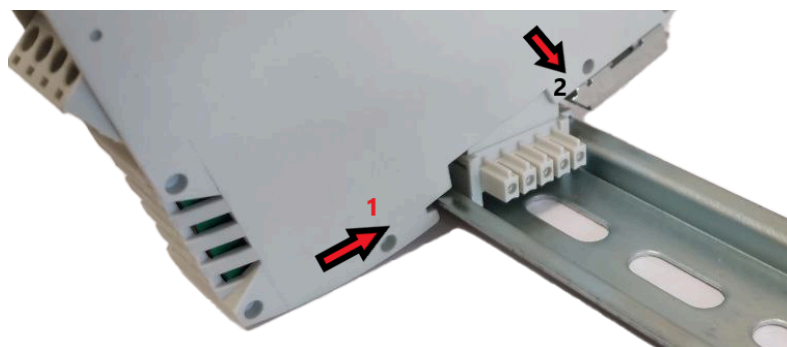

Рисунок 12.4
• **Рисунок 12.4 Рисунок 12.5** - Установка прибора на DIN-рейку в соответствии с рисунком по стрелке (1) и с усилием прижать его к DIN-рейке в направлении стрелки (2) до фиксации защелки.